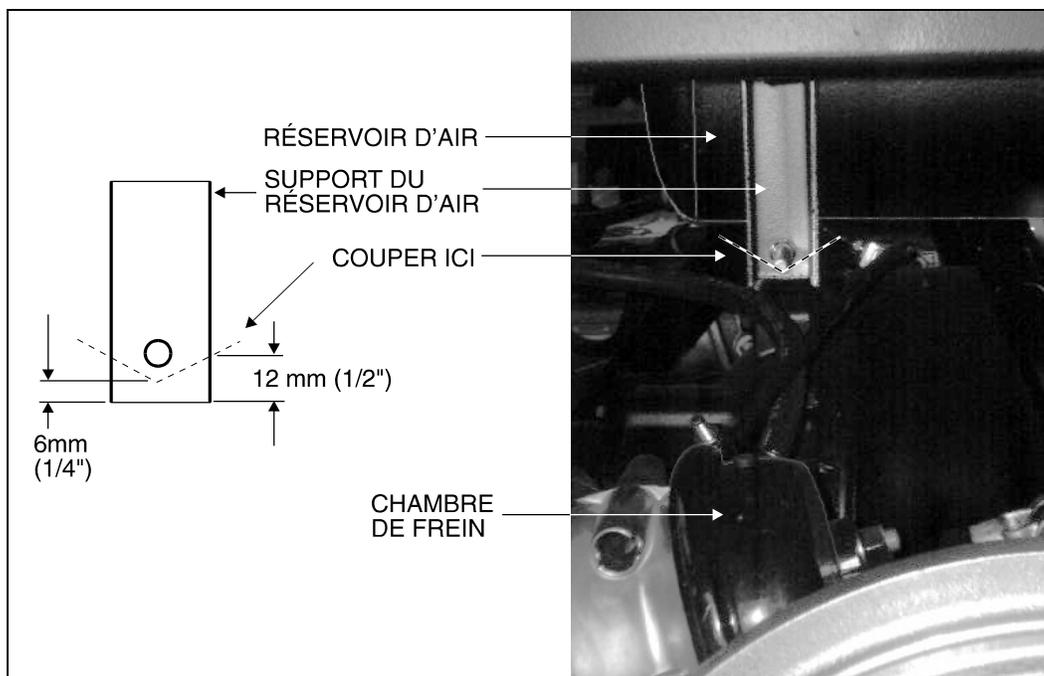

FIGURE 1
1. Sous le véhicule, au-dessus des chambres de frein de l'essieu moteur (côté gauche et côté droit), situer les supports arrières des réservoirs d'air (Fig. 1).
2. Couper l'extrémité de chacun des supports, situés directement au-dessus des chambres de frein, sous le goujon et l'écrou (Fig. 1).